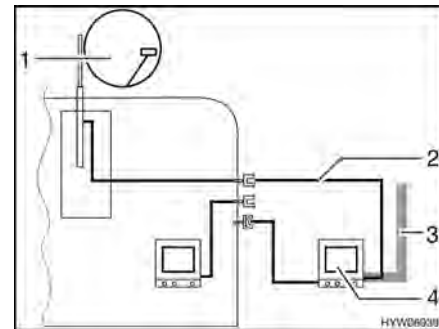

Bild 109 TV i förtältet
- TV i förtältet (Bild 109,4): Anslutning till takantenn (Bild 109,1) med anslutningskabel (Bild 109,2)
- TV i förtältet (Bild 109,4): Anslutning till extern antenn (Bild 109,3)